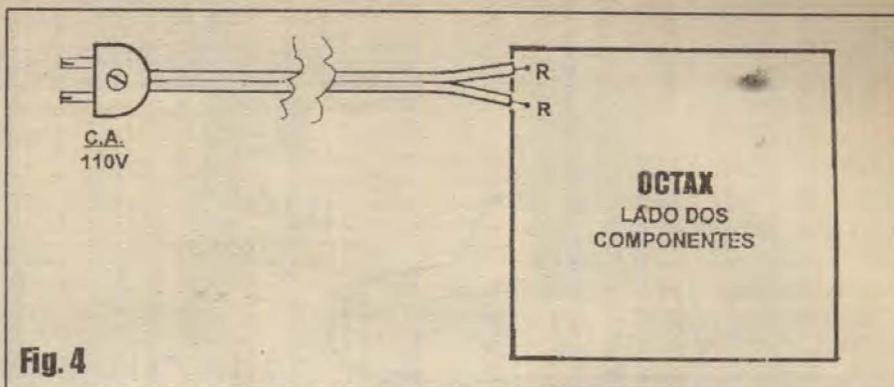

Fig. 4
- FIG. 4 - CONEXÕES EXTERNAS À PLACA - Com o impresso ainda observado pela sua face não cobreada (a mesma mostrada na figura anterior...), temos agora o diagrama das poucas - unicamente de alimentação - ligações externas. Resumem-se nos dois fios do cabo paralelo isolado do *rabicho*, com as ligações feitas aos pontos R-R da placa, cuja outra extremidade recebe o *plugue* de C.A. apropriado para o *enfiamento* numa tomada comum, de parede... Eventualmente, se o caro leitor/hobbysta tiver optado pela utilização final do OCTAX como *móvil de teto* ou coisa assim, não será necessário o uso do *plugue* terminal do cabo de alimentação, já que este derivará do teto, sendo diretamente ligado à cabagem de